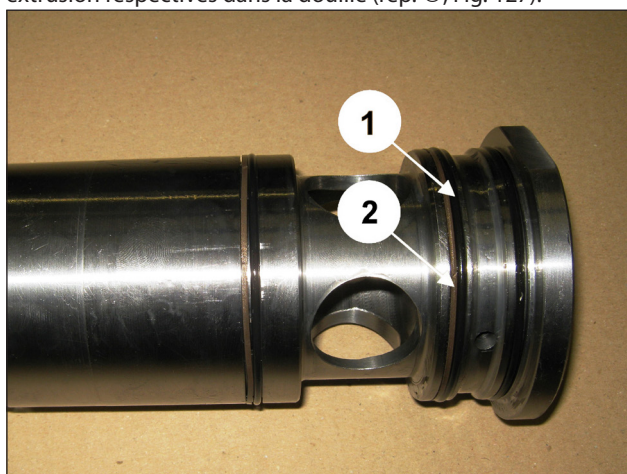

Fig. 127
Placer les joints toriques (rep. ①, Fig. 127) et leurs bagues anti-extrusion respectives dans la douille (rep. ②, Fig. 127).